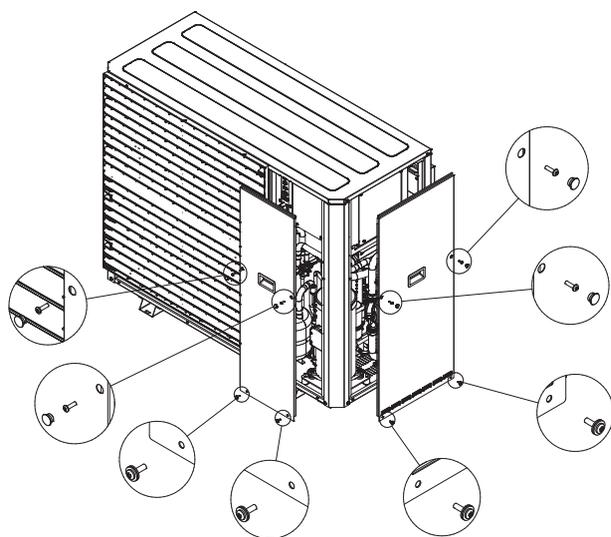

Figura 1.
- Retire los dos paneles de acceso al compartimento de componentes desatornillando los tornillos como se muestra en la figura 1.